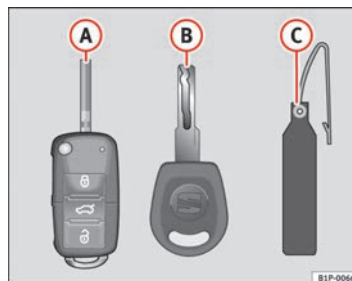

Fig. 45 Jeu de clés
- une clé à radiocommande ⇒ fig. 45 A